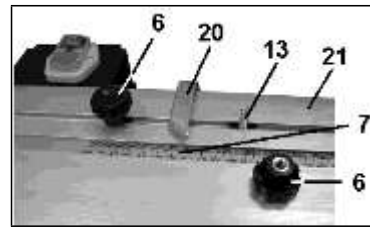

Рис. 6
9.2.2. На направляющей (21) установите на ограничители (13) гайки фиксации (6). Фиксаторы (13) установите в выбранном положении и закрепите гайками фиксации (6), Рис. 6.